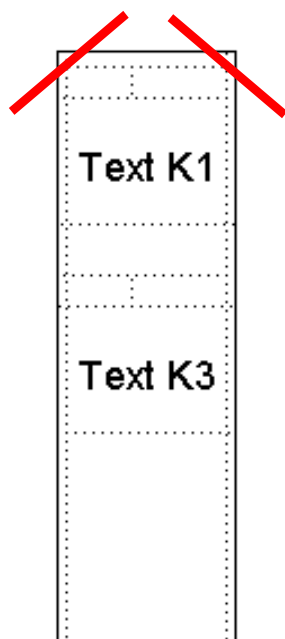

图 9-2 插条前端倒角示意图
- 4) 为使插条更容易插入，可在插条前端倒角，如图 9-2 所示。